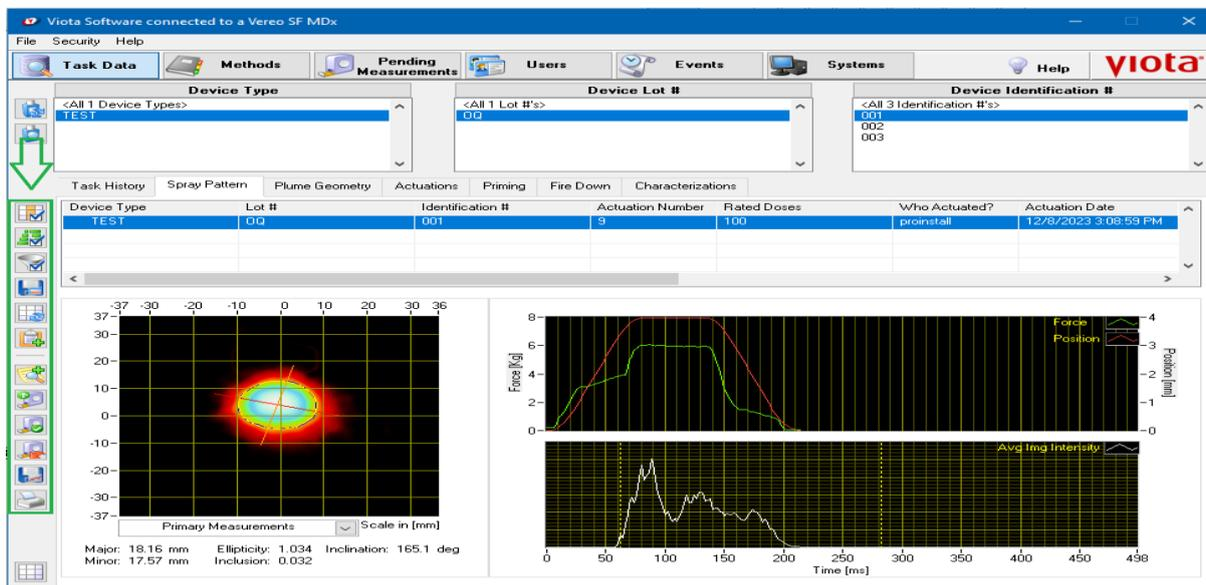

Figura 102. Aprovações de medição de padrão de pulverização.
- Aprove os dados das medições do padrão de pulverização após selecionar o registro, e clique no botão *Approve Measurement* conforme Figura 102, e quando solicitado o usuário insira seu registro eletrônico, com o clique na assinatura. Assim que um registro de medições do padrão spray/pulverização for aprovado, uma marca de aprovação aparece a esquerda da primeira coluna. Filtre os registros da tarefa de medição alternando os seguintes botões:
- Show Only Approved Measurements para ver apenas medições aprovadas, conforme Figura 102.
- Hide Approved Measurements botão para ocultar medições aprovadas, conforme Figura 102.
- Show All Measurements botão para visualizar todas as medições, conforme Figura 102.
f) Imprima o Relatório de Atuação de resultados de medição do padrão estando no modo gráfico/tabular dividido, selecione o registro da tarefa do padrão e clique no botão *Printing Report* na aba contendo uma impressora conforme Figura 102. O relatório será gerado no formato PDF e incluirá todas as informações relevantes do sistema e do usuário (por exemplo, nome de usuário, número(s) de série/componentes), e as seguintes informações: